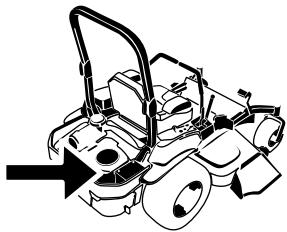

**Figura 50**
- Vierta lentamente un 80% aproximadamente del aceite especificado por el tubo de llenado, luego añada lentamente el resto del aceite hasta que llegue a la marca de Lleno (Figura 50).